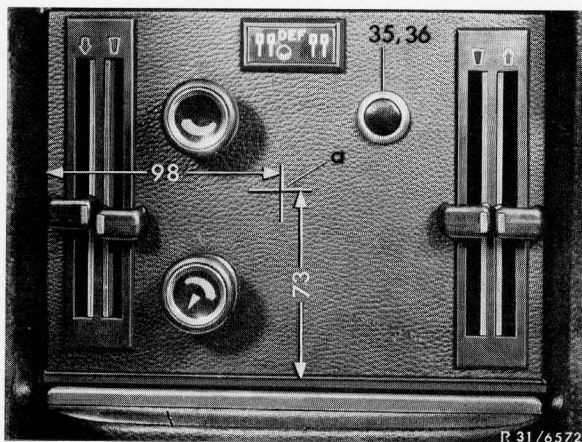

Bild 10 Anordnung Blinkerkontrolleuchte
27 Perforiertes Loch auf 18 mm Durchmesser aufbohren und Blinkerkontrolleuchte (35) mit Unterlegscheibe (36) einbauen (Bild 10).